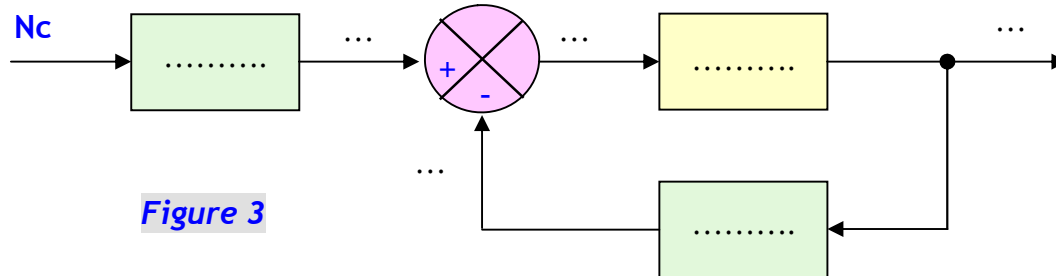

Figure 3
3. Répondre sur le document DREP 16 page 42 - Figures 3 et 4 - ;